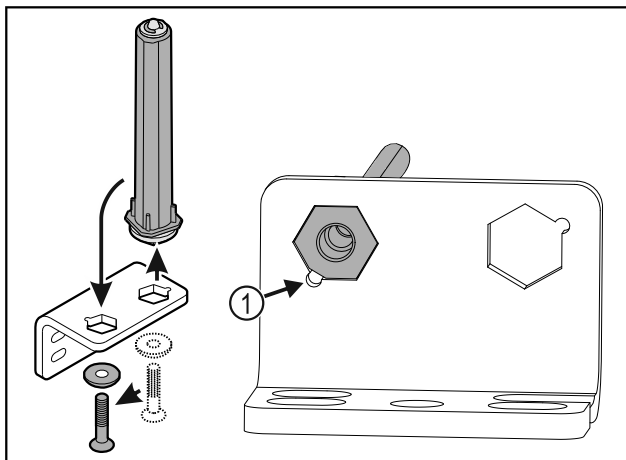

Fig. 34
- ▶ Pass på at den skrå kanten på bolten Fig. 34 (1) peker mot det runde hullet under innsetningen.